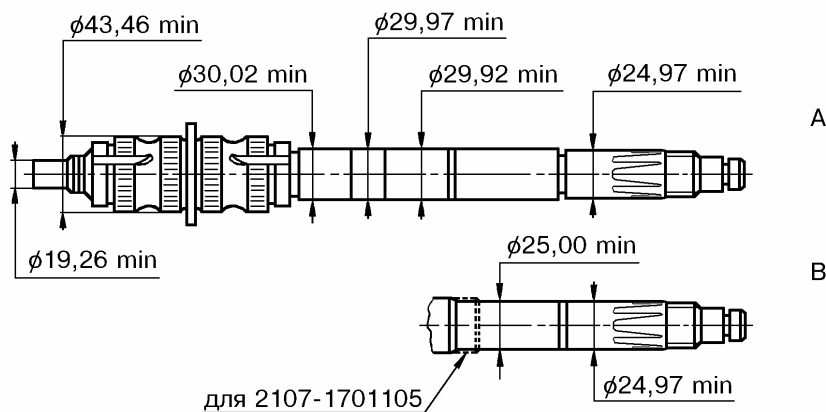

Рис.37. Вал вторичный: А - 2101-1701105;
4.2.6 Вторичный вал – 2101-1701105, 2107-1701105, 2107-1701105-10, рис.37.